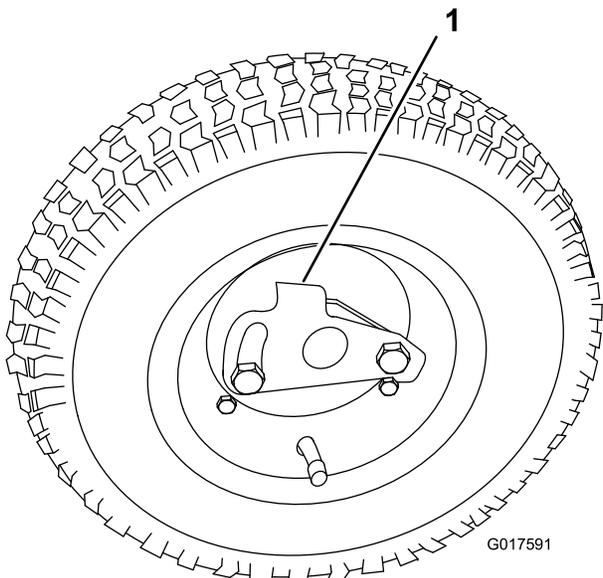

図 8
- 1. 車輪を車軸にはめ込む（図 8）。
- 2. ロッキングクリップを開き、タイヤを更に奥に押し込む（図 8）。